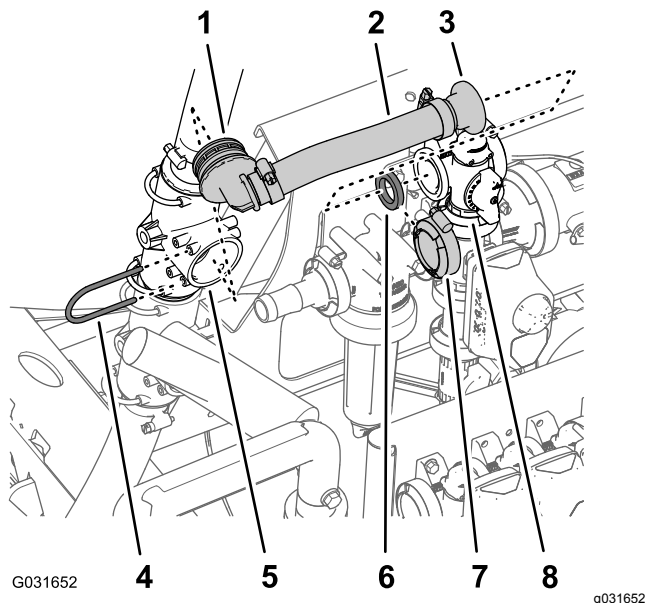

Figure 217
1. Déposez l'étrier qui fixe le raccord à 90° cannelé du flexible de dérivation au raccord en T supérieur et séparez le raccord à 90° du raccord en T (Figure 217).
2. Retirez le collier bride qui fixe le raccord droit à bride et le joint à la bride de la vanne d'agitation, puis déposez le flexible de dérivation de la machine (Figure 217).